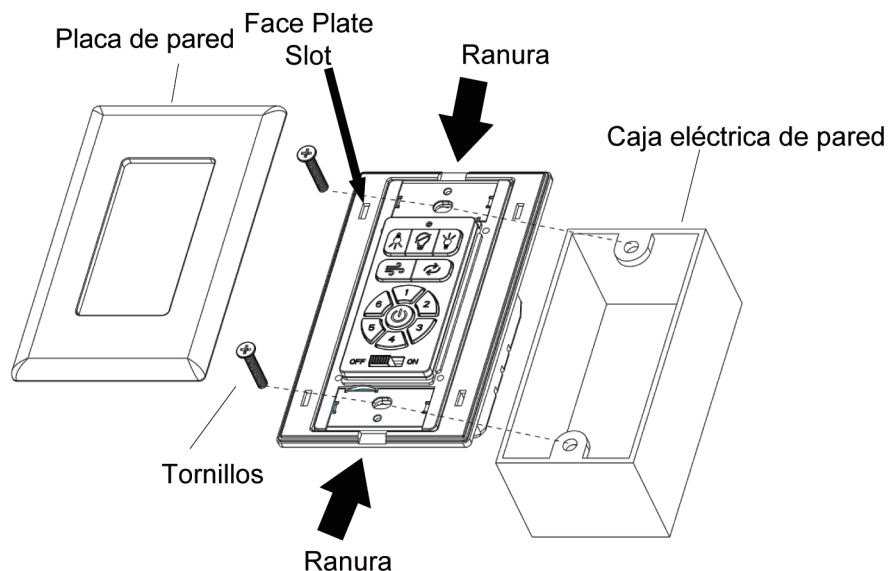

FIG. 2
NOTA: Antes de instalar el transmisor, retira la placa de pared (inserta un destornillador pequeño de cabeza plana en las ranuras de la parte superior e inferior de la placa de montaje y, con cuidado, retira la placa de pared de la placa de montaje) (Fig. 5) y, a continuación, retira la placa frontal (inserta un destornillador pequeño de cabeza plana en las ranuras de la parte superior e izquierda de la placa frontal y, con cuidado, retira la placa frontal del transmisor). **(Fig. 2)**
Paso 3. Asegura la unidad de control de pared con los 2 tornillos que has quitado previamente **(Fig. 2)**.